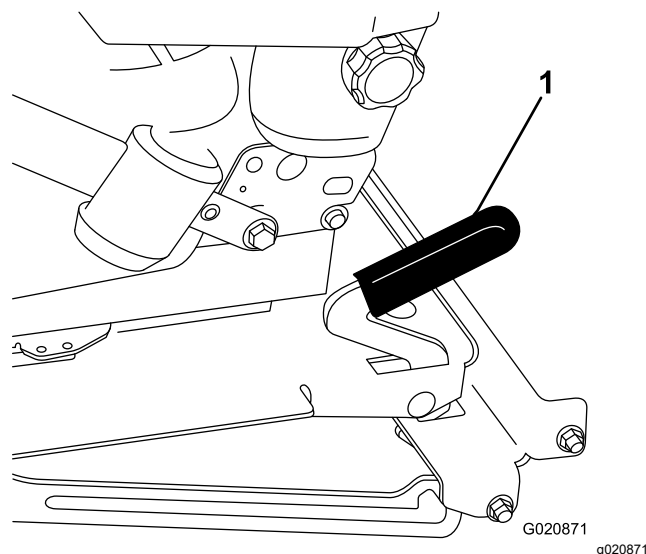

Рисунок 17
2. Потяните фиксатор сиденья вперед и поднимите вверх, чтобы разблокировать сиденье (Рисунок 17).